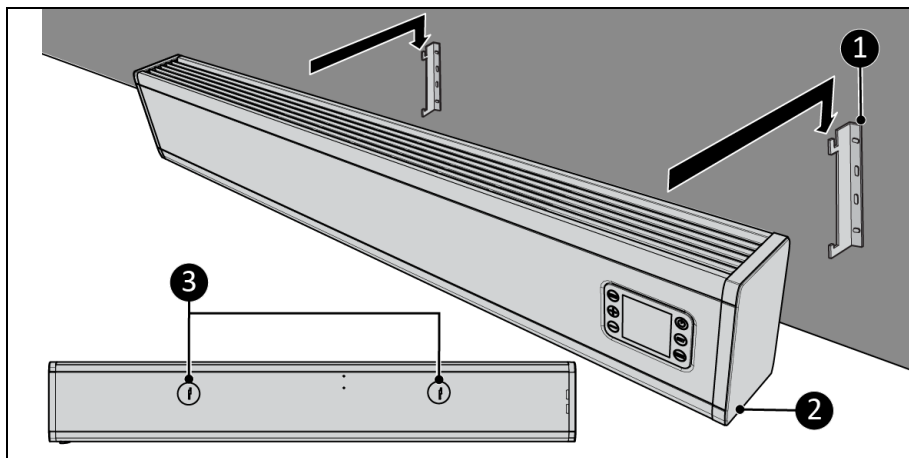

Figur 8
1. Placera enheten på en vertikal och fast yta. Använd ett vattenpass vid uppställningen av enheten (figur 8, pos. 1).
2. Placera enheten med ett minsta avstånd (Figur 8) på: